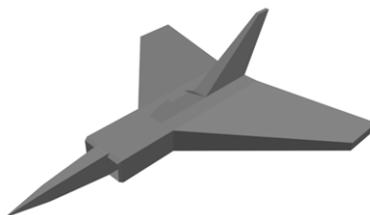

Рисунок 37
11. В результате вышеперечисленных манипуляций получится самолет, изображенный на рис. 37.